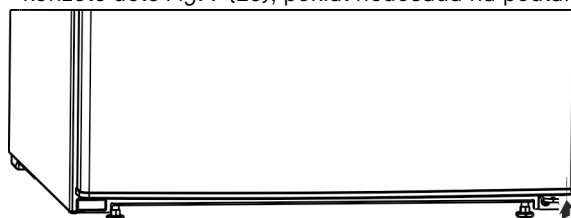

Fig. 11
- ▶ Dištančný diel Fig. 11 (13) nasadte znovu vpravo dole do dverí, pretože je to dôležité pre stabilitu zariadenia.